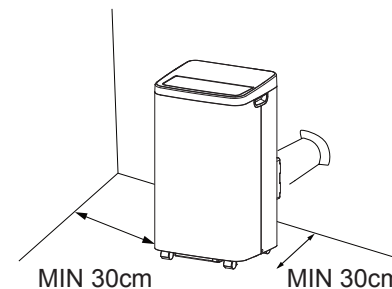

Abb. 5
Bei Bedarf kann das Gerät auch halbpermanent installiert werden (Abb. 5) Fahren Sie wie folgt fort:
- Setzen Sie das im Lieferumfang enthaltene Wandflanschzubehör (15) ein.
- Setzen Sie ein weiteres Schlauchende in die zuvor befestigte Vorrichtung ein, wie in (Abb.5) dargestellt Wenn der Schlauch nicht benutzt wird, setzen Sie die Kappe (15) auf den Abluftanschluss, um das Loch in der Wand zu bedecken.